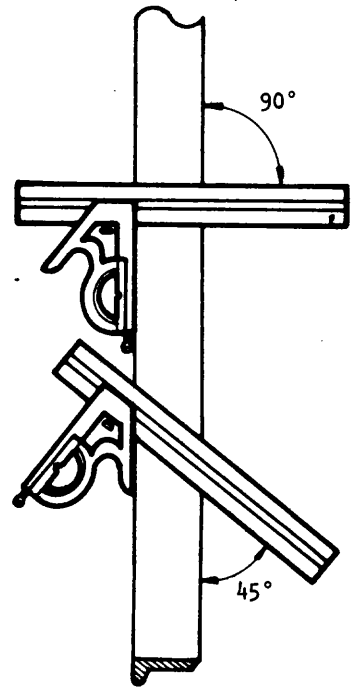

Fig. 9
3. Para trazar líneas de 90° y de 45° sobre perfiles (fig. 9).